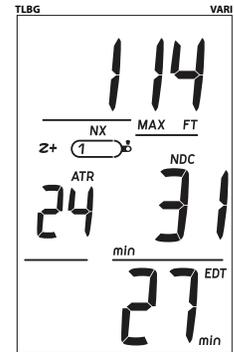

Fig. 58 - ÉCRAN SECONDAIRE DE PALIER PROFOND
**ÉCRAN SECONDAIRE DE PALIER PROFOND** : paramètres affichés (Fig. 58)